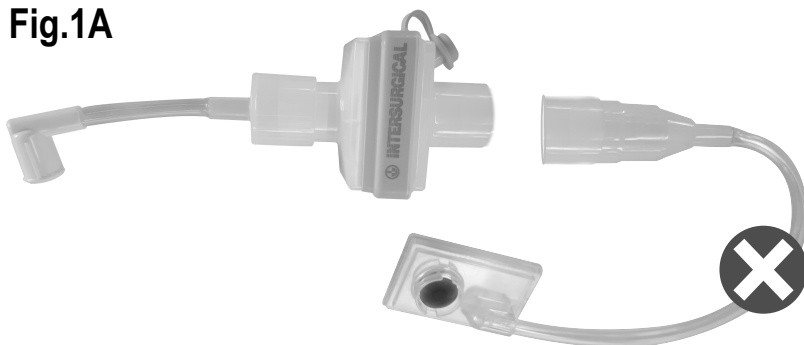

Fig.1B
4. Подключите коленчатый коннектор к порту выхода воздуха от пациента уже подготовленной к использованию торакальной дренажной системы, как показано в примере на Рис. 1B (пример подключения к системе Drentech Simple для использования на гравитации). Теперь можно подключить дренажную систему к пациенту, следуя инструкциям в соответствующем руководстве пользователя.